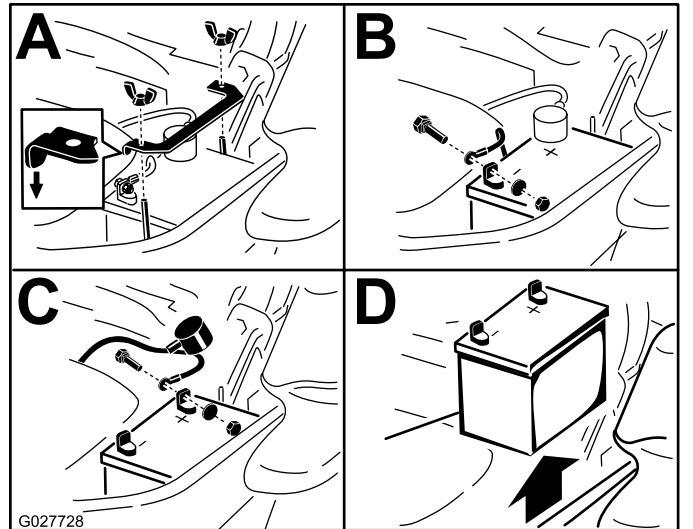

Figura 60
3. Retire la batería, según se muestra en Figura 60.
Nota: Coloque la batería en la bandeja, con los bornes frente al depósito hidráulico (Figura 60).